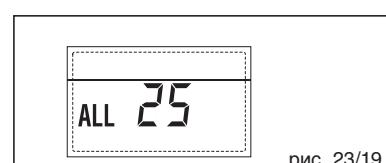

рис. 23/19
- НЕПОЛАДКА ВСПОМОГАТЕЛЬНОГО ДАТЧИКА (S3) "ТРЕВ. 26" (рис. 23/20)